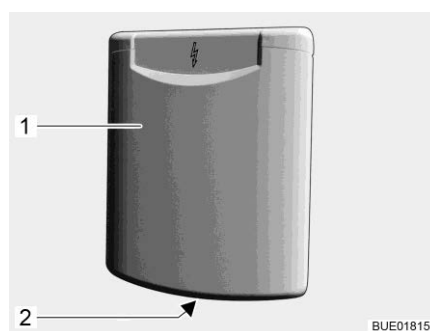

Bild 80 Lucka för 230 V-anlutning
- Ta tag i handgreppet (Bild 80,2) på den utvändiga luckan (Bild 80,1) och fäll upp den utvändiga luckan.